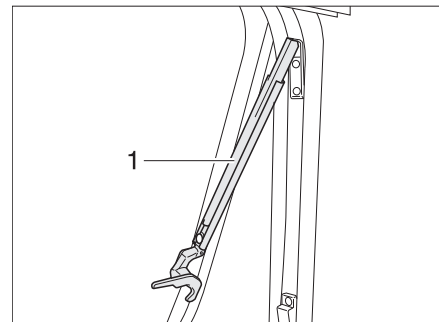

Bild 36 Ausstellfenster mit Automatik-Ausstellern, geöffnet
- Ausstellfenster bis zur gewünschten Raststellung öffnen. Der Automatik-Aussteller (Bild 36,1) rastet selbstständig ein.